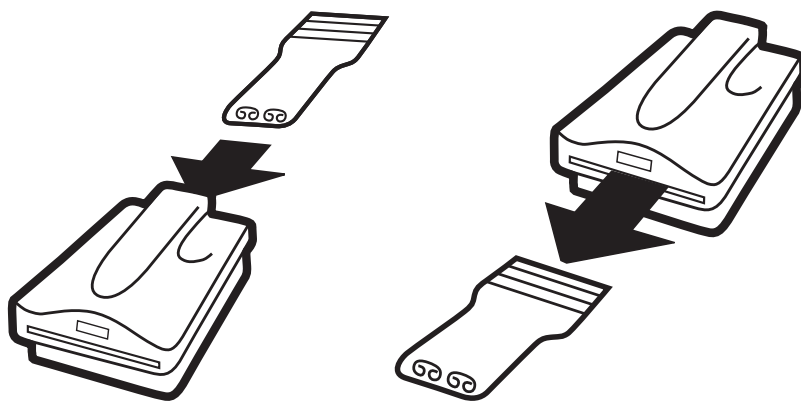

Рисунок 5.
3. Вставьте инструмент с задней стороны устройства и полностью вытяните его спереди (см. рисунок 5).